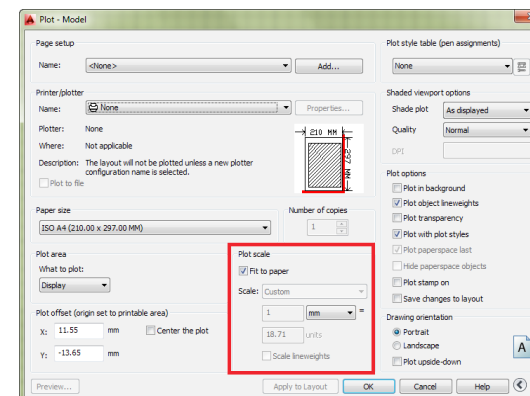

Рис. 128 Настройка масштаба печати
- **Plot Scale (Масштаб).** В данном разделе настраивается масштаб печати (Рис. 128).